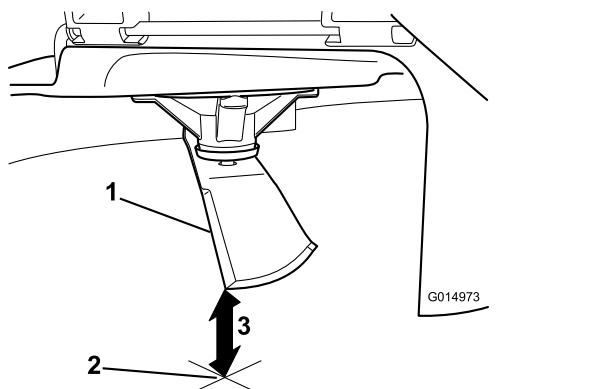

Figure 86
3. Mesurez la distance entre la pointe de la lame et la surface plane (Figure 86).